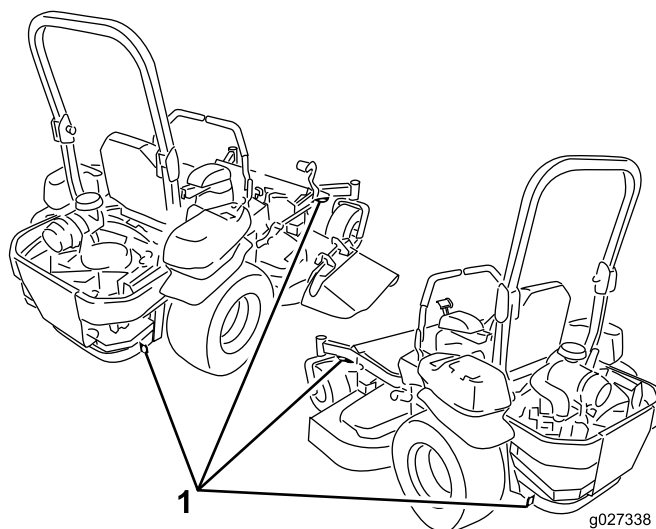

Figura 34
5. Utilizzate gli anelli di ancoraggio metallici sulla macchina per fissare saldamente la macchina al rimorchio o all'autocarro per mezzo di cinghie, catene, cavi o corde (Figura 34).